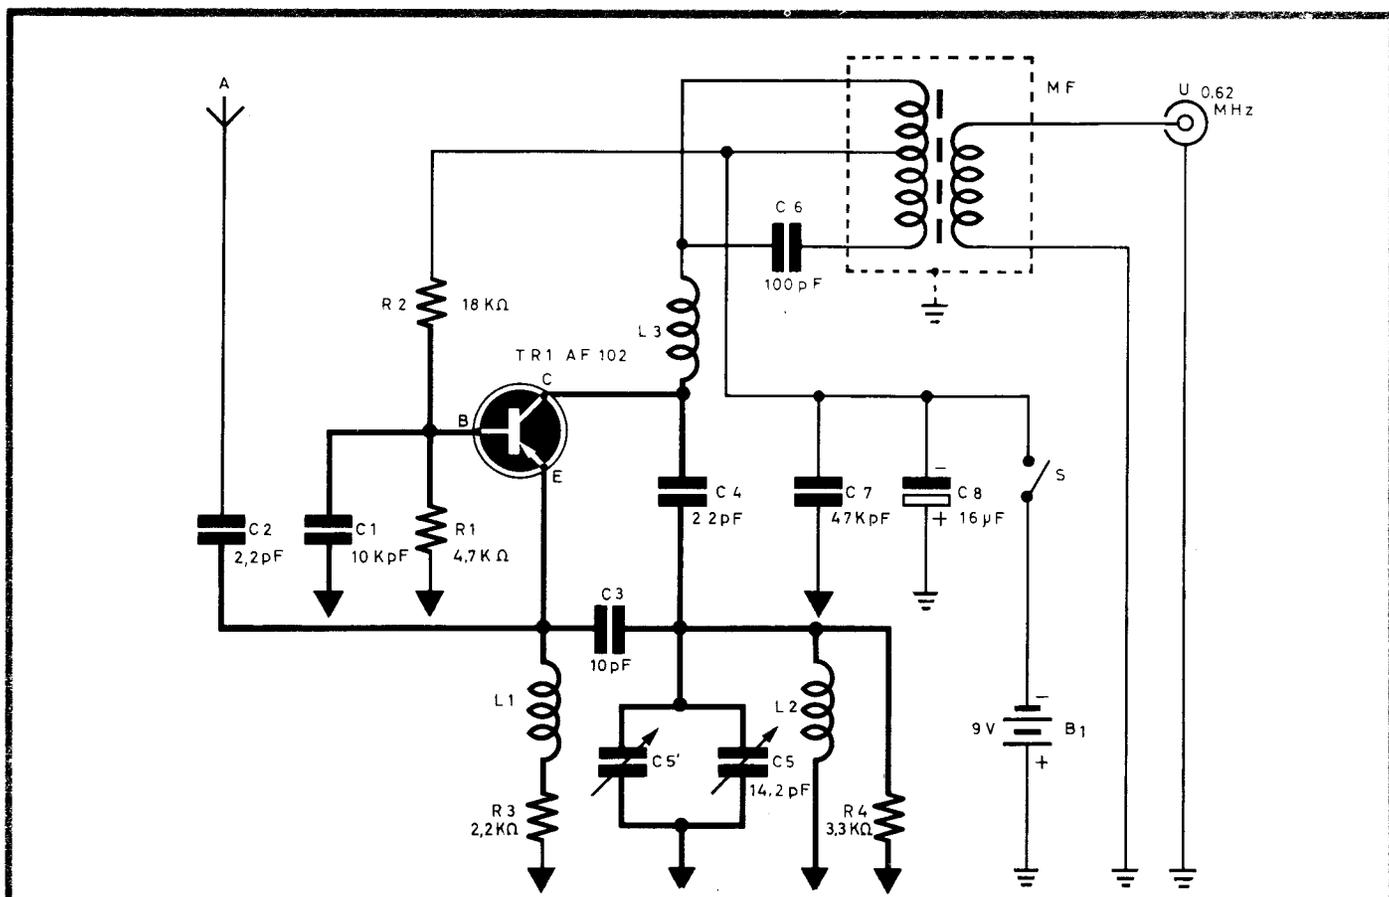

FIG. 3 - Schema elettrico del convertitore « Monotransistor » 105 - 148 MHz.
Lo schema del « **Monotransistor** » è riportato in fig. 3. È forse più complicato in apparenza che nella realtà, come dimostra la fig. del titolo che lo raffigura montato e pronto per l'uso (se si fa a meno del mobiletto e della scala graduata). In essa, mancano infatti solo tali parti, oltre all'interruttore — S di fig. 3 — e la piccola batteria.
Come si vede dallo schema di fig. 3, il transistor impiegato è un AF 102. La sua funzione principale è quella di oscillare nel circuito — base a massa — in cui è inserito. Vediamone ora per gradi di funzionamento.
- 1° **Collegamenti brevissimi** allo scopo tali collegamenti nello schema fig. 3 sono stati indicati con tratti più marcati.
- 2° **Collegare ad un punto unico tutti i ritorni di massa** nella fig. 3 questi punti sono stati indicati con un triangolo pieno.
Come detto, tutti i ritorni segnati con triangolo pieno in fig. 3 andranno saldati a tale punto unico di massa. Sempre studiando il percorso più breve si monteranno poi tutti gli altri componenti.